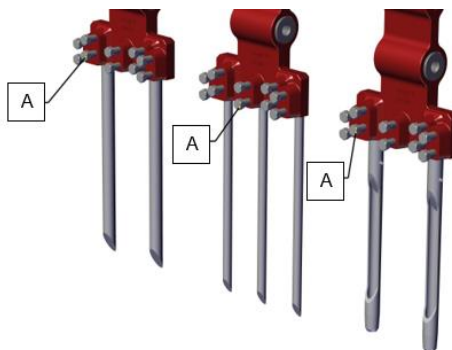

Fig. 10
Los tornillos de apriete (A) se pueden apretar hasta 40 Nm (29,5 libra fuerza-pie). (Fig. 10)